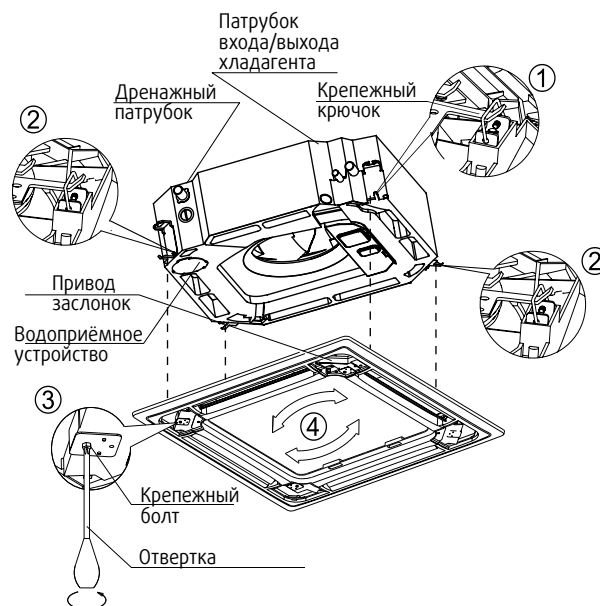

Рис. 4-7
- Расположите декоративную панель таким образом, чтобы угол, где находится привод заслонок совпадал со стороной водоприёмного устройства (рис. 4-7)